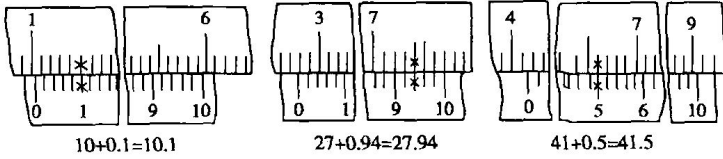

图 1-4 游标卡尺读数
(3) 读数方法:
①首先读出副尺零刻线左边所指示主尺上刻线的毫米整数。
②观察副尺上第几条刻线与主尺某一刻线对准,将游标精度乘以副尺上的格数,即为毫米小数值。
③将主尺上整数和副尺上的小数值相加即得被测工件的尺寸,如图 1-4 所示。